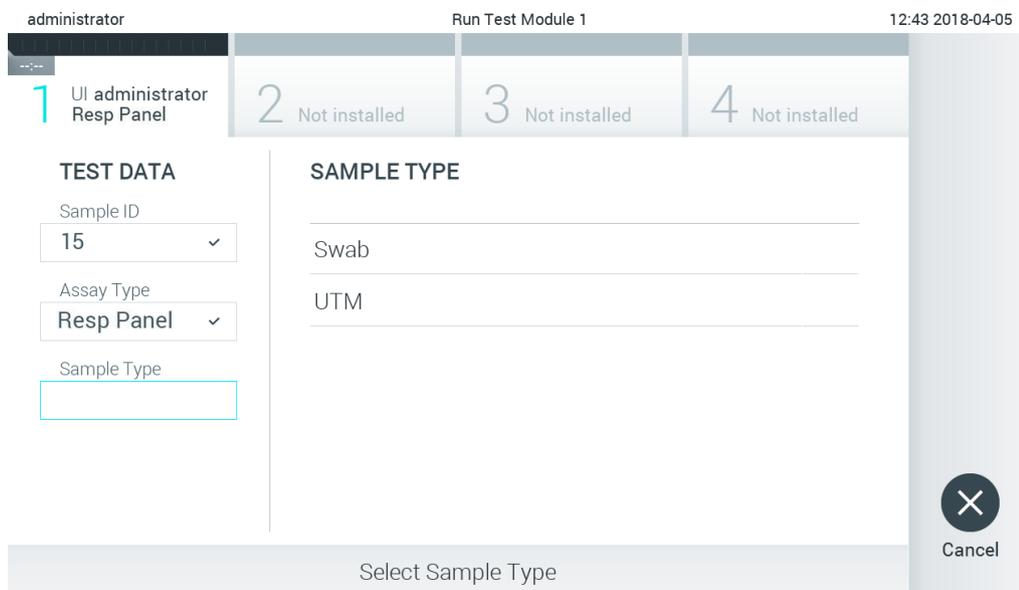

Figura 85. Selecionando o tipo de amostra.
5. O campo Assay Type (Tipo de ensaio) será inserido automaticamente e, se necessário, um Sample Type (Tipo de amostra) apropriado deverá ser selecionado manualmente a partir da lista (Figura 85).